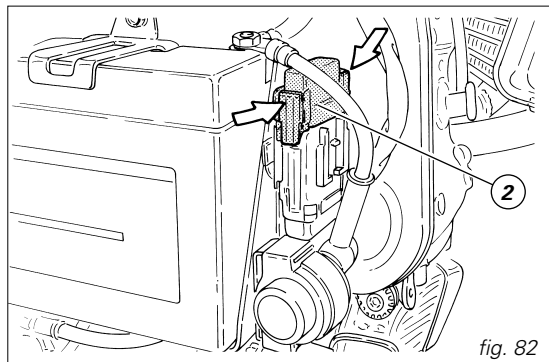
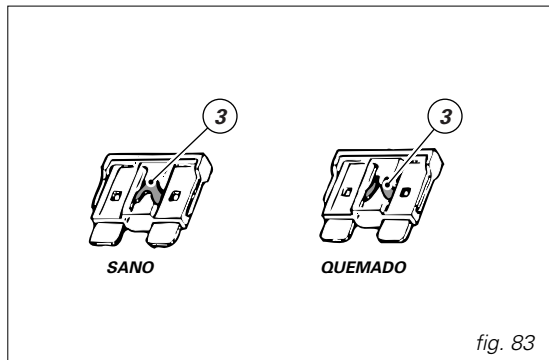

fig. 82
fig. 83
El fusible montado al lado de la batería (fig. 82) protege el regulador electrónico. Para acceder al fusible es necesario desmontar el capuchón de protección (2). Un fusible quemado se reconoce por la interrupción del filamento interno (3, fig. 83).